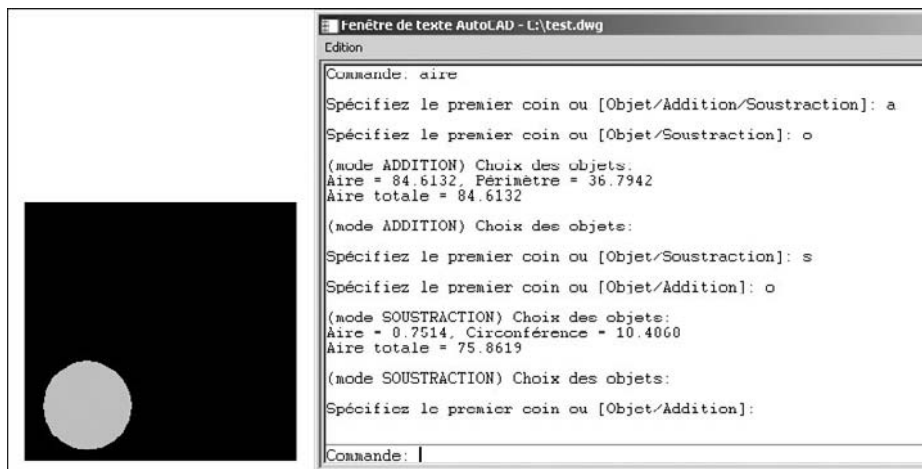

Fig.3.24
- 2 Sélectionner la surface à mesurer ou pointer les différents points du contour. Dans le cas du calcul de la surface d'un carré moins celui d'un cercle, on a (fig.3.24) :